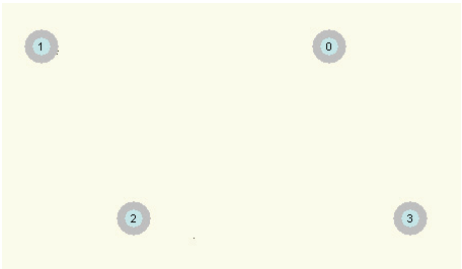

图 5-56 放置焊盘
- 3) 将光标移到新的位置，按照上述步骤，再放置其他焊盘。如图 5-56 所示为放置了多个焊盘的电